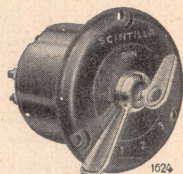

Fig. 2. Commutateur
- 1° Commutateur à main (Fig. 2) type DHN, resp. DHNE \* (pour les moteurs Diesel ou les moteurs avec allumage-batterie) ou DHB, resp. DHBE \* (pour les moteurs avec allumage par magnéto).